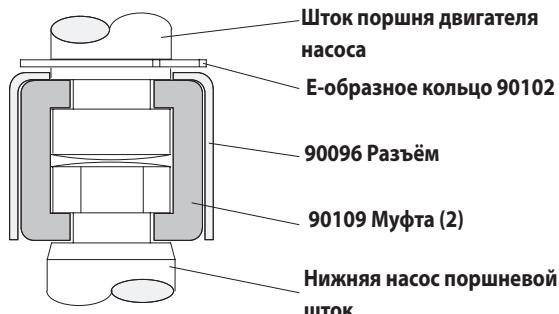

Рисунок 2
4. Используя щипцы для колец e-типа, сдвиньте e-образное кольцо достаточно высоко вверх, чтобы можно было переместить муфту вверх и освободить два разъёма (см. рис. 2).